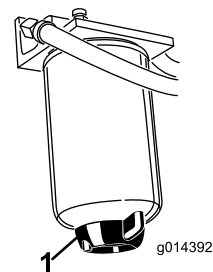

Figura 39
Retire a água ou outro tipo de contaminação do separador de água (Figura 39) diariamente. Substitua o recipiente do filtro após cada 400 horas de funcionamento.
- Liberte o tampão de escoamento que se encontra na zona inferior do recipiente do filtro (Figura 39).